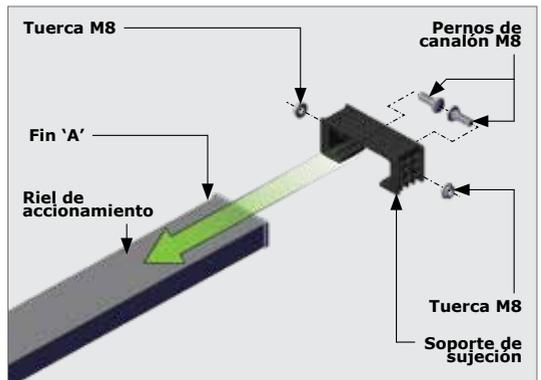

FIGURA 6
1. Coloque los pernos de canalón negros M8 en el soporte del riel de accionamiento. Asegúrelos con las tuercas M8 suministradas. Esto debe hacerse antes de colocar el soporte del riel de accionamiento. Coloque el soporte del riel de accionamiento y deslícelo hacia abajo por el riel de accionamiento comenzando desde el 'Extremo A' (Figura 6).